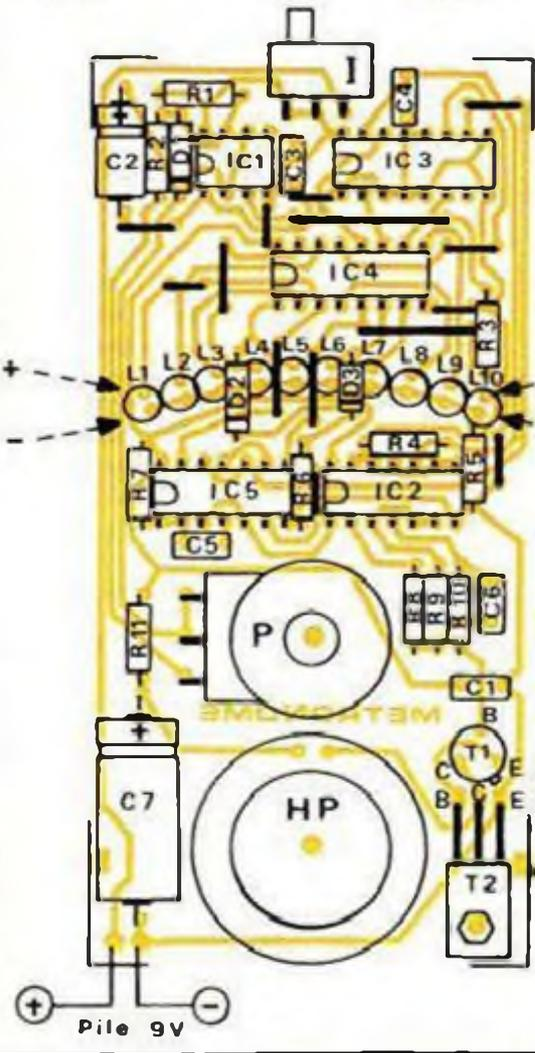

Fig. 6 Tracé du circuit imprimé et implantation des éléments.
a) Le circuit imprimé (fig. 6)